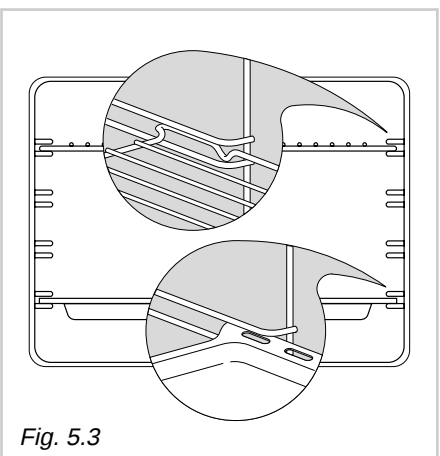

Fig. 5.3
- Schuif de druiptank en het rooster in het frame zoals afgebeeld in fig. 5.3. Het rooster moet dusdanig worden aangebracht dat de veiligheids steun die voorkomt dat het rooster uit het frame valt, tegen de binnenkant van de oven zit.